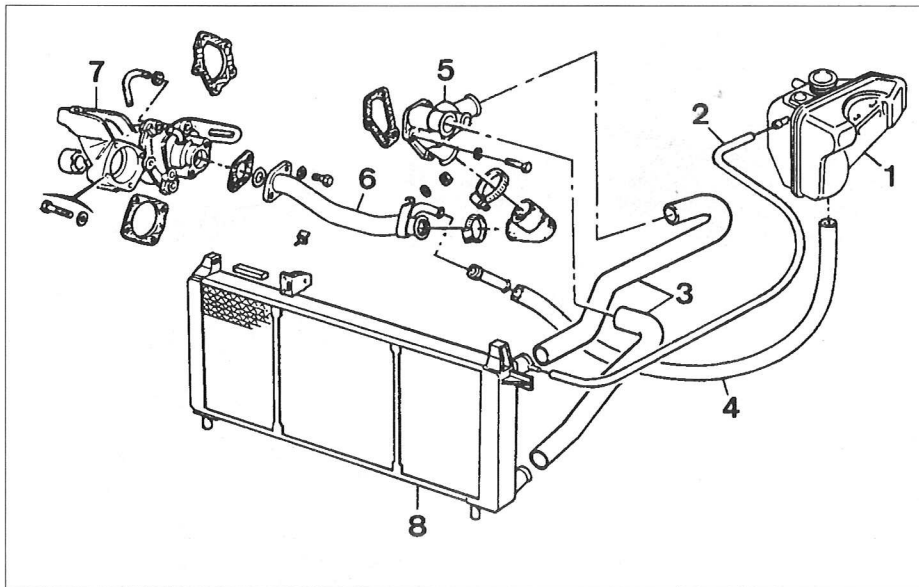

Fig. 26
2.2.6. ARREFECIMENTO (Fig. 26)